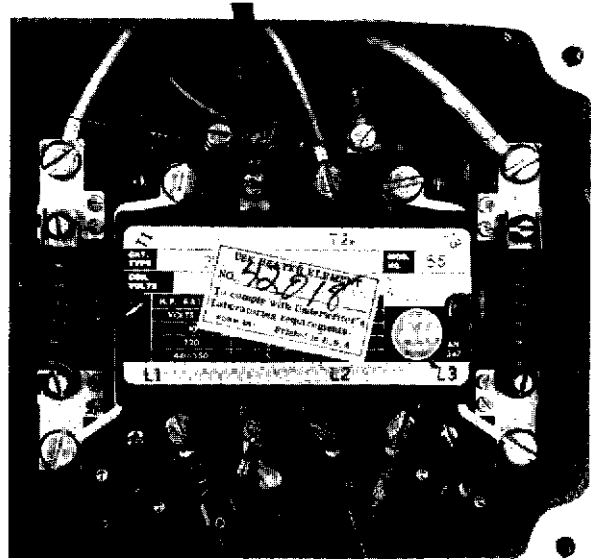

Fig. 15-2
3. Motor Contactor (Fig. 15-2).